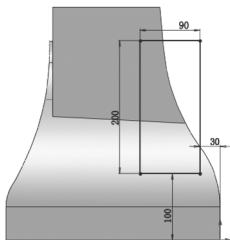

图 6-95 绘制草图结果
12) 绘制草图。在左侧的 FeatureManager 设计树中用鼠标选择“右视基准面”作为绘制图形的基准面。单击“草图”控制面板中的  (边角矩形) 按钮, 绘制图 6-95 所示的草图。